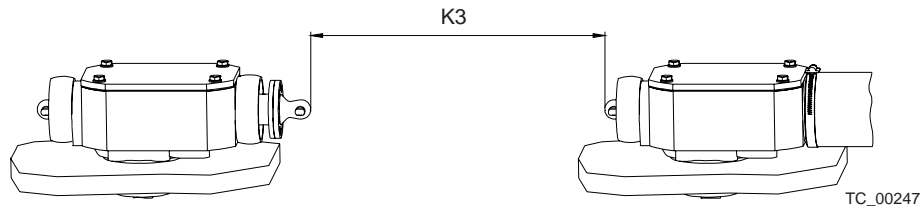

Fig. 39g.
10. Déterminer la dimension K3 entre les extrémités sphériques de l'arbre (voir fig. 39g).